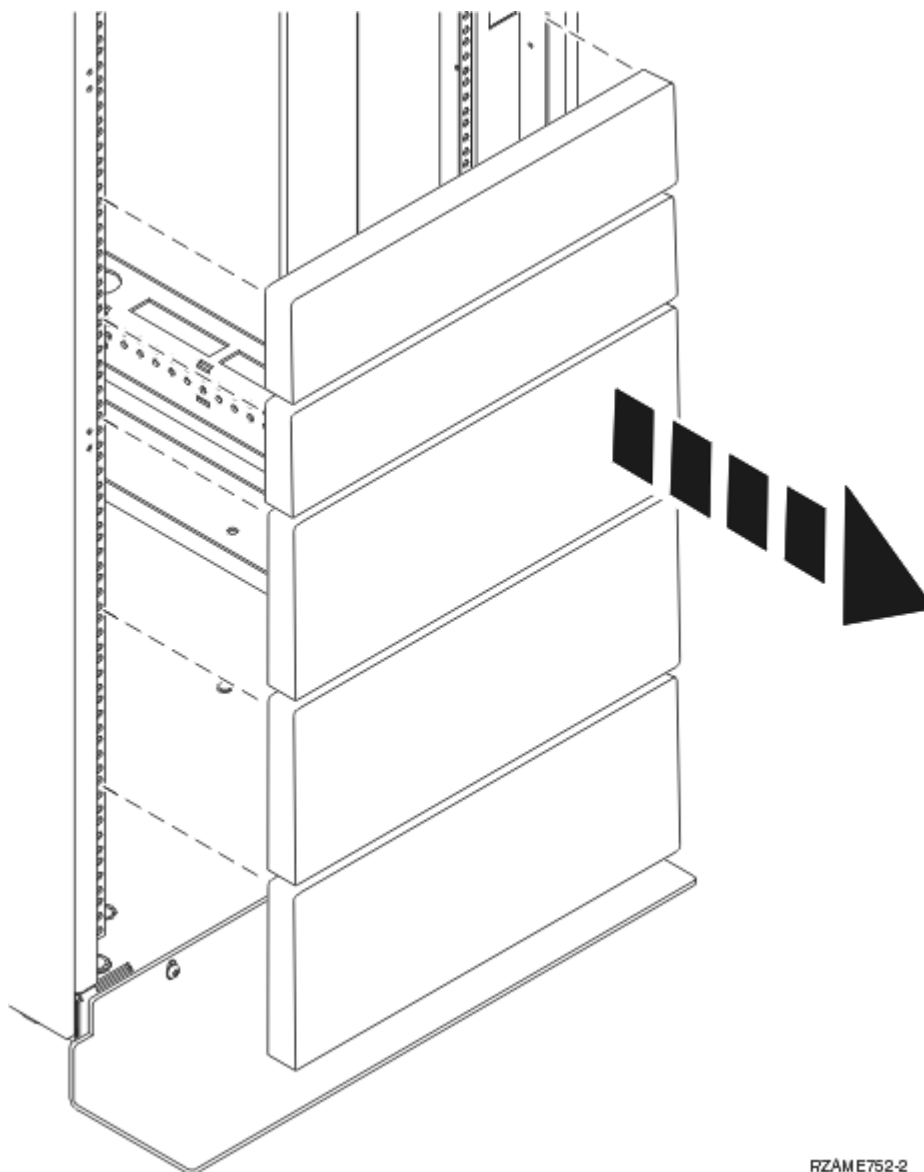

図 1. フィラー・パネルの取り外し
3. 必要な場合は、3 ページの図 1 に示すように、装置を設置するラック・エンクロージャー内にアクセスできるように、フィラー・パネルを取り外します。